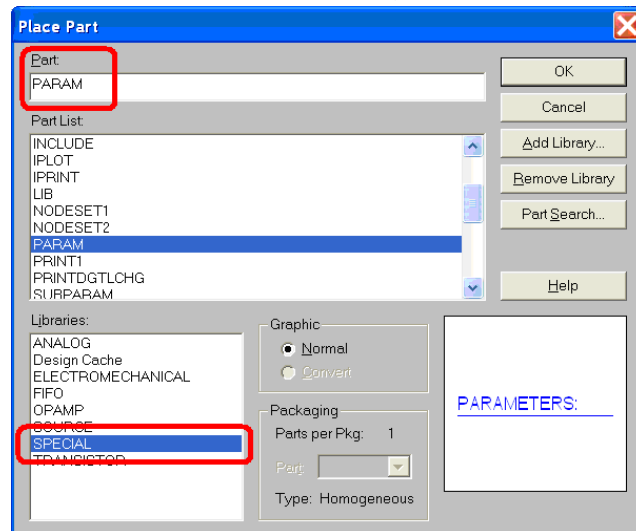

图 22. 建立一个全局变量区 PARAMETERS
1) Place->Part->Add Library (SPECIAL.lib). 可见图 22.